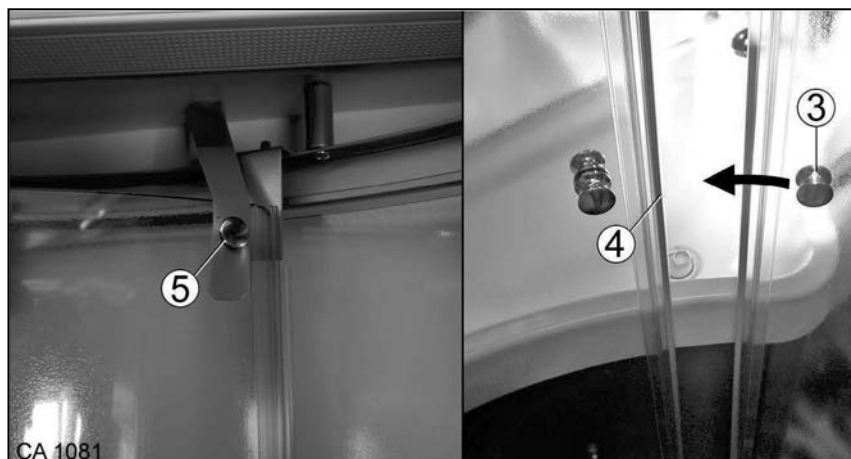

Fig. 147 Porte coulissante de la cabine de douche
3. Desserrer la fixation par bouton-pression (Fig. 147/5) de la porte coulissante de la cabine de douche.
4. Glisser la porte coulissante en la tenant au bouton (Fig. 147/3) jusqu'au rail de butée de l'élément pivotant (Fig. 147/4).